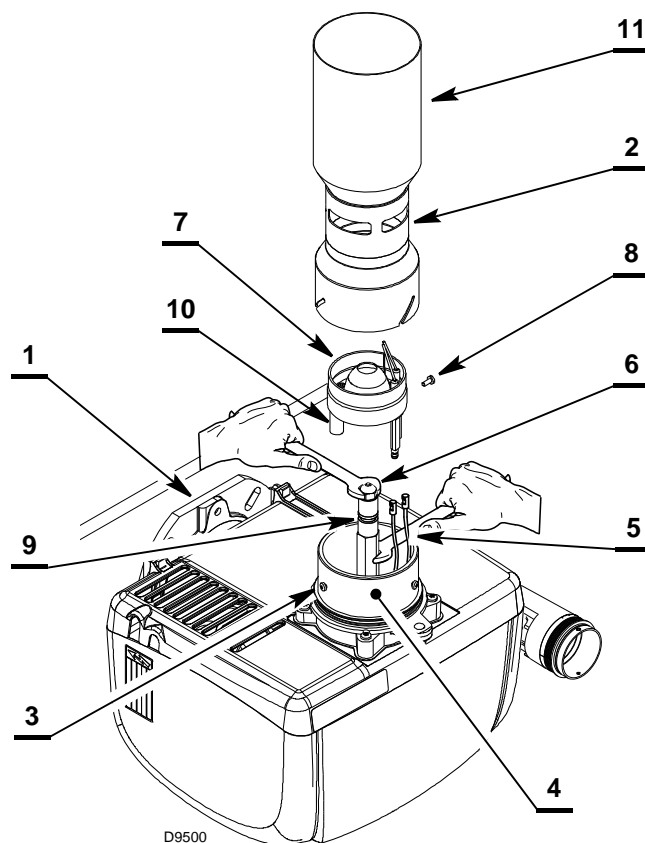
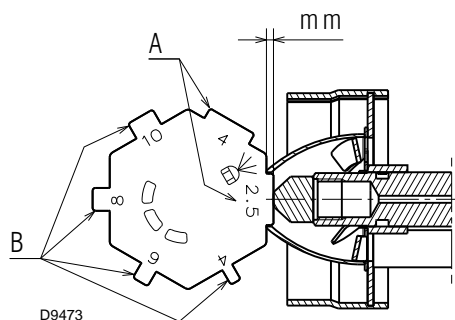

Fig. 25
Fig. 27
- enganchar el quemador a la brida 1) (Fig. 25).
- enganchar el quemador a la brida 1) (Fig. 25) y aflojar los tornillos 3);
SUJETAR EL PORTABOQUILLA CON UNA LLAVE (Fig. 25).
- Controlar, utilizando el patrón suministrado 2) (Fig. 27), que el grupo cabezal 1) esté posicionado correctamente, siguiendo las indicaciones presentes en la Tab. B.
- Montar el tubo llama 2) (Fig. 25) y fijarlo con los tornillos 3) con un par no superior a 0,8 Nm, prestando atención en regular la apertura de las ranuras como se indica en la Tab. A pág. 17 (usar patrón suministrado) (Fig. 27).